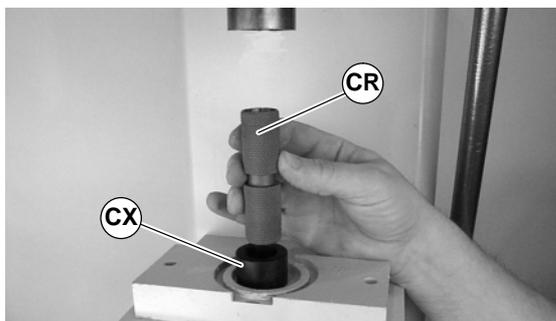

Abbildung 43
1. Den Lageramboß / das Lagerausbauwerkzeug so ausrichten (Teilnr. 25-09) (CX siehe Abbildung 43), daß die Vertiefung nach oben zeigt, dann die Antriebsrolle (CR) auf das Werkzeug legen.